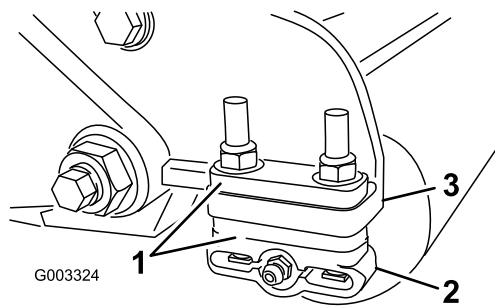

図 12
1. 図 12に従って、サイドプレート取り付けフランジ (図 12) の下に必要な枚数のスペーサーを入れて、後部ローラーブラケット 刈り高さと下刃の選択表 (ページ 13)を希望の刈高範囲に調整する。